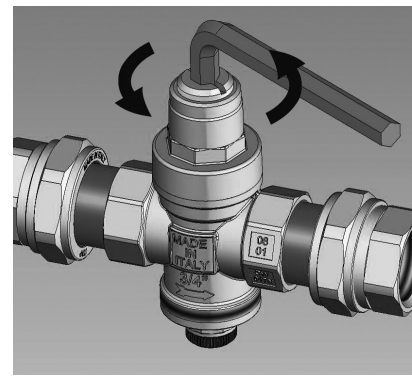

Fig. 4.3
- Agire con una chiave a brugola o con un cacciavite a taglio sulla vite posta sulla sommità, ruotando in senso orario si aumenta la pressione di valle, girando in senso antiorario si riduce la pressione di valle (Fig. 4.3).
Adjustment is carried out by means of an hexagonal key on the upper part of the device ; turn in clockwise way in order to increase the downstream pressure, turn in anticlockwise way in order to reduce the downstream pressure (Fig. 4.3)